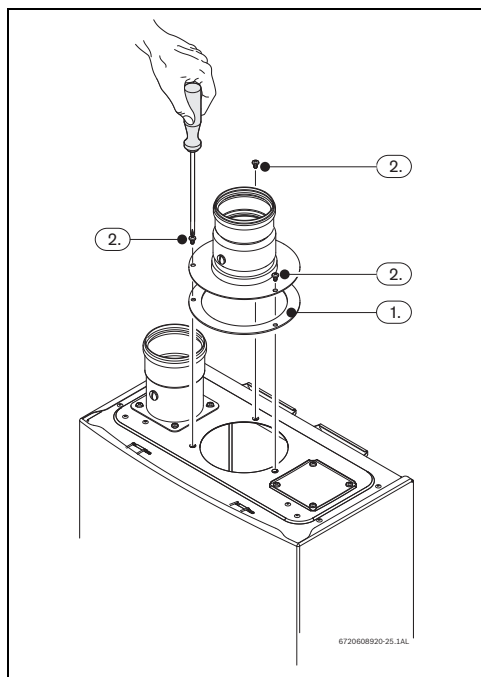

Fig. 30
- Colocar o vedante entre o aparelho e o acessório, ver Fig. 30, pos. 1.
- Apertar os 3 parafusos do acessório de exaustão, ver Fig. 30, pos. 2.